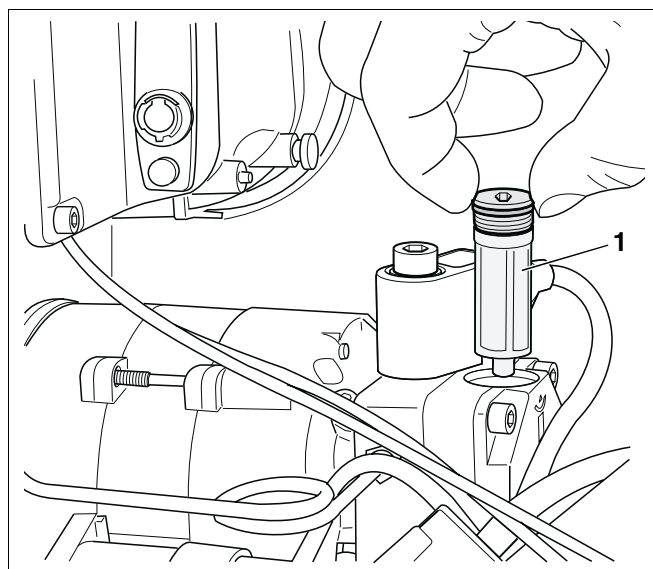

Fig. 16 Verificação do filtro da bomba de gásóleo
- Retire o filtro da bomba de gásóleo (Fig. 16, **Item 1**) puxando-o para cima.
- Substitua ou limpe o filtro da bomba de gásóleo com gasolina diluída (Fig. 16, **Item 1**), depois volte a montar o filtro.